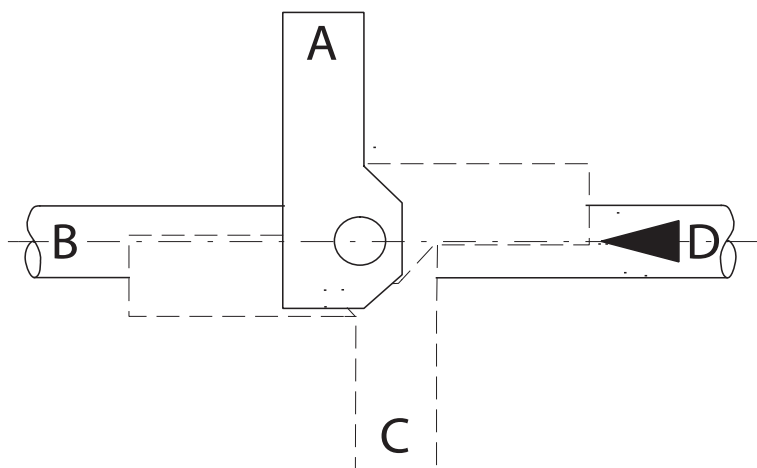

Fig.5-12 Ställdonets monteringslägen
5. Montera ställdonet i önskat läge (position A, B, C eller D) (→ Fig.5-12). Pressa försiktigt ner donet mot ventilen och fixera donet med skruvarna (→ Fig.5-11/6). Vid behov knacka försiktigt ner donet med hjälp av en plast- eller gummiklubba.